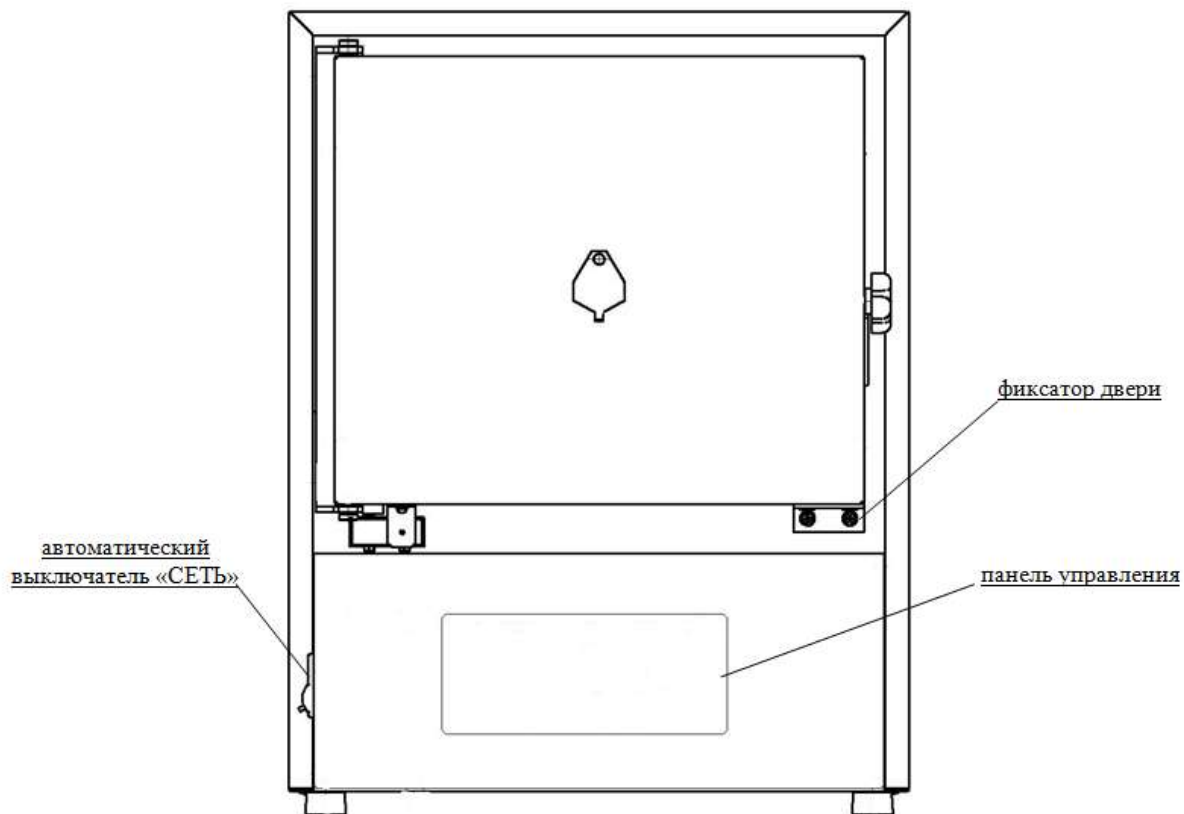

Рисунок 1 – Общий вид электропечи
- снять фиксатор двери, открутив 4 винта (рисунок 1);
8.3. Включить выключатель «СЕТЬ», находящийся на левой стороне пульта управления электропечи (рисунок 1), при этом должны включиться цифровые индикаторы, на которые выводится температура в рабочей камере электропечи. Если температура в камере меньше заданной, должны включиться соответствующий светодиод «НАГР» и лампа включения нагревателя. Лицевая панель пульта управления электропечи ЭКПС-5У представлена на рисунке 2.
9.3. Включить выключатель «СЕТЬ», находящийся на левой стороне пульта управления электропечи (рисунок 1), при этом на цифровом индикаторе «» загорится «1» (первая ступень). Цифровые индикаторы, на которые выводится значение параметра, начинают мигать – регулятор находится в режиме «ВВОД». Включен индикатор параметра – «°С». Лицевая панель пульта управления электропечи ЭКПС-5Н представлена на рисунке 3.